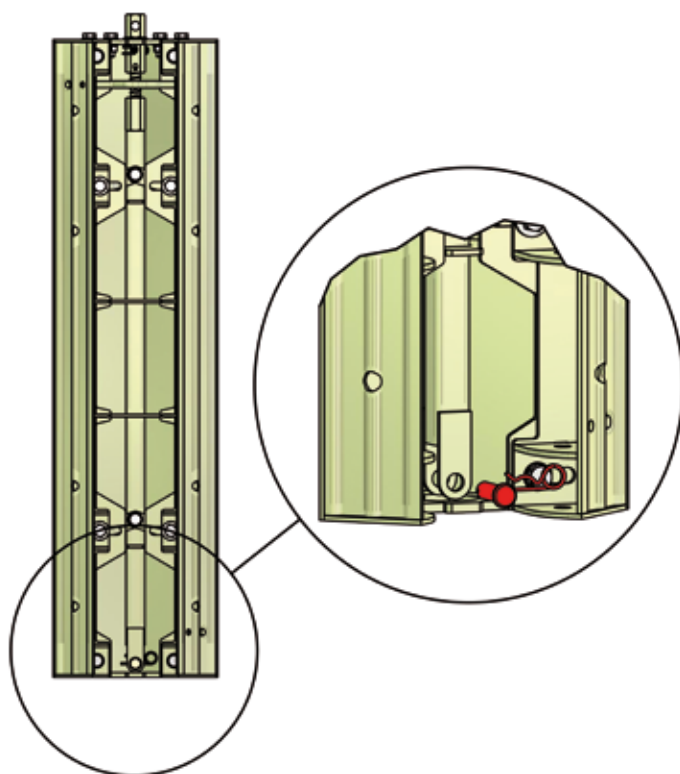

fig. 7
3. Retirez le boulon avec trou de goupille de l'angle intérieur de décoffrage supérieur (voir fig. 7).